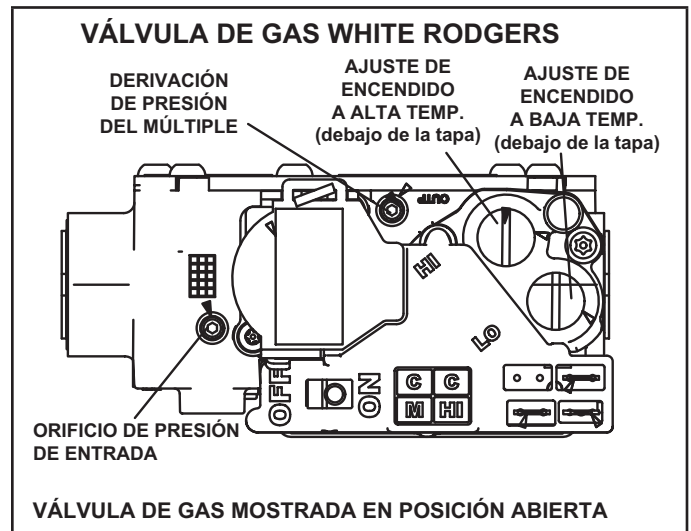

FIGURA 64
Operación de la válvula de gas ("FIGURA 64")
- 6 - Mueva el interruptor en la válvula de gas a la posición **APAGADO**. Ver "FIGURA 64".
- 8 - Mueva el interruptor en la válvula de gas a la posición **ENCENDIDO**. Ver "FIGURA 64".
Un tapón roscado en la válvula de gas permite acceso a la presión de suministro. Ver "FIGURA 64". Retroceda el tornillo hexagonal de 3/32 una vuelta, conecte un tubo de 5/16 y conéctelo a un manómetro para medir la presión de suministro. Ver la "TABLA 15" para la presión de la línea de suministro.
Un tapón de presión del múltiple en la válvula de gas permite acceso a la presión del múltiple. Ver "FIGURA 64". Retroceda el tornillo hexagonal de 3/32 una vuelta, conecte un tubo de 5/16 y conéctelo a un manómetro para medir la presión del múltiple.
- 5 - Haga ajustes si es necesario. La "FIGURA 64" muestra la ubicación de los tornillos de ajuste de encendido de alta y baja temperatura.